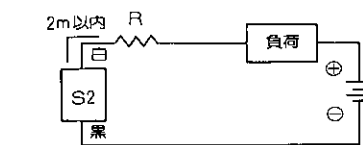

図6 ●突入電流制限抵抗
- 容量性負荷(コンデンサ)を接続使用する場合、スイッチON時に突入電流が発生しますので図6に示す保護回路を必ず設けてください。